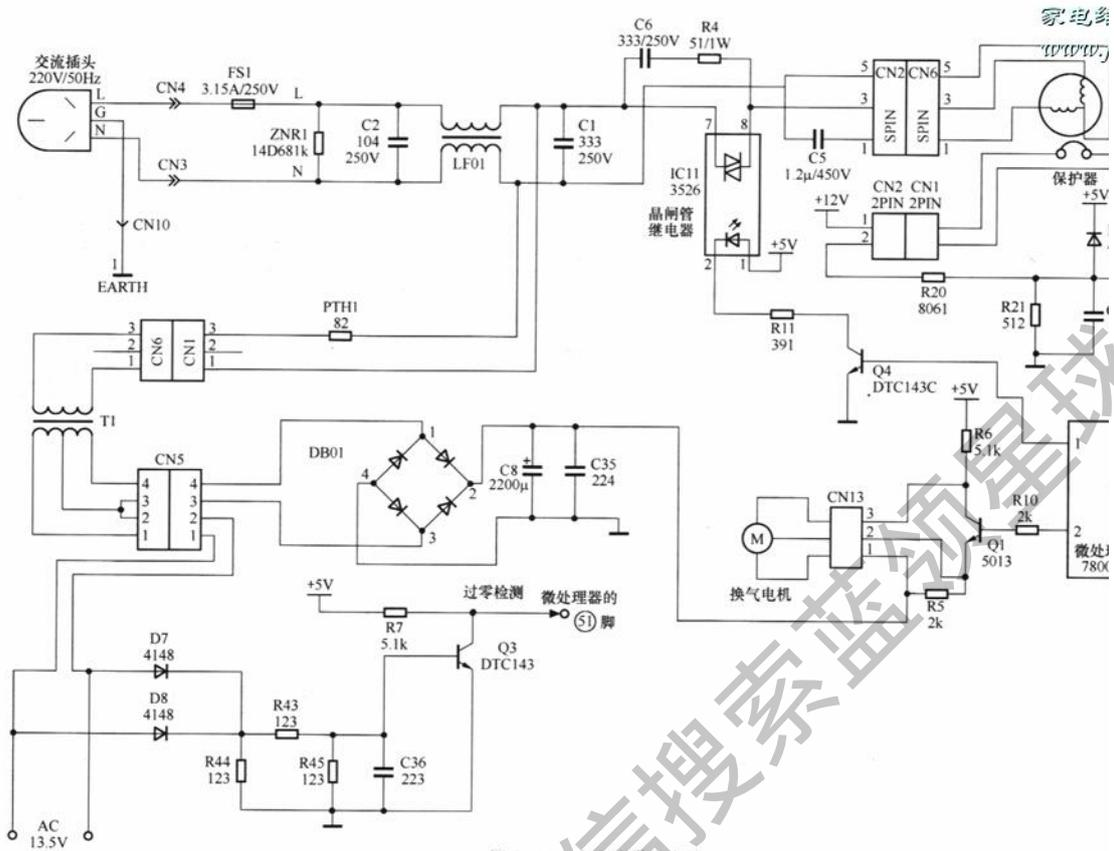

图 8-14 交直流供电电路
图 8-14 所示是交直流供电电路。220V 交流电压经保险丝 FS1、压敏电阻 ZNR1、滤波电容 C2、互感滤波器 LF01 和电容 C1 滤除噪声和干扰后，分别为室内机风扇电机和整流稳压电路供电。T1 是将 220V 电压变成低压的降压变压器，它输出两组约 13V 的交流低压，分别送到两个整流电路中。DB01 是桥式整流电路，它的输出经 C8、C35 滤波后为换气电机供电。换气扇电机受微处理器 2 脚的控制。室内机风扇电机受微处理器 1 脚的控制。该脚的输出信号经 Q4 去驱动晶闸管 IC11 中的发光二极管，晶闸管导通，220V 交流电压经 IC11 的 7、8 脚为风扇电机供电。微处理器通过对晶闸管导通角的控制实现对风扇速度的控制。
①调压控制电路：由图 8-14 可知，调压控制电路是通过调整室内电机的输入电压来调节其转速的，由 IC11 中的双向晶闸管完成室内电机输入电压的调整。微处理器的 1 脚发出脉冲信号，经反相器 Q4 反相后去驱动 IC11 中的发光二极管。
②同步信号检测电路：用晶闸管调压必须解决同步触发的的问题，这样就必须获得同步信号。在图 8-14 中，同步信号的获取电路由 R43、R45、Q3、R7 及 C36 组成。其工作原理是：由电阻 R43、R45 分压后的正弦交流信号经晶体管 Q3 检波后，在 Q3 的集电极上得到周期为 10ms 的脉冲，然后将其送入微处理器的 51 脚，作为同步信号。
③转速反馈检测电路：室内电机霍尔传感器输出的脉冲信号送至微处理器的 53 脚进行计数，以得到电机的转速信号，微处理器根据设定转速与反馈转速的差值来调整晶闸管的触发导通角。
(6) 复位电路
为了让室内保持清新的空气，预防空调器病，该空调器设计了换气功能，与室外进行空气交换。微处理器 2 脚的信号通过晶体管 Q1 反相放大后，驱动换气电机工作（参见图 8-14）。